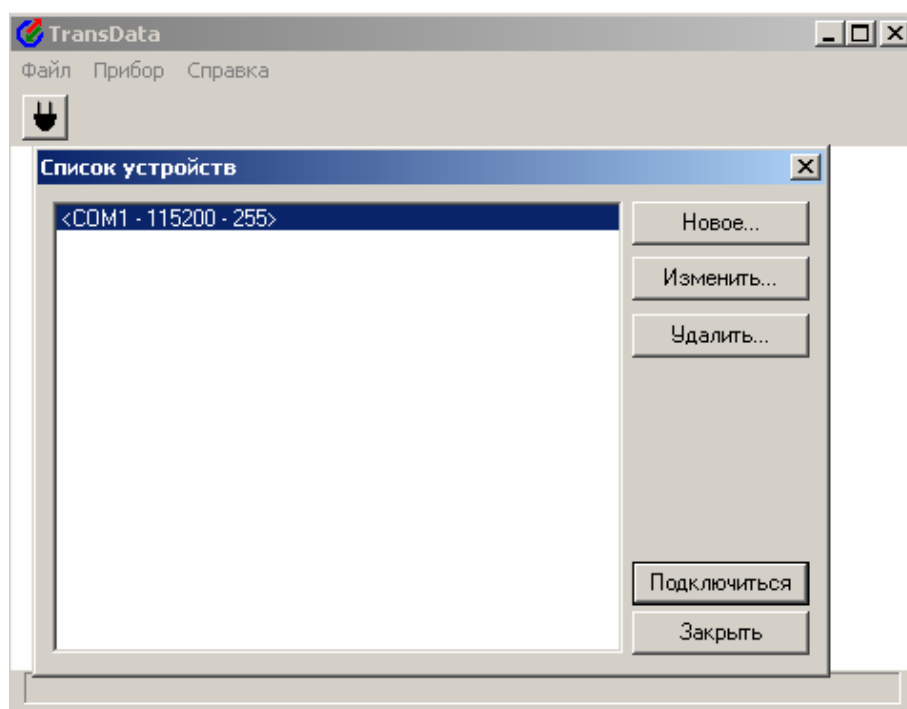

Рисунок 10
- Подключиться – при его активизации открывается окно, рисунок 10, предназначенное для описания параметров подключения регистратора;
5.5.2.9 В данном окне (рисунок 10) приведен список сохраненных пользователем подключений «COM1-115200-255», а так же кнопки меню управления этим списком: